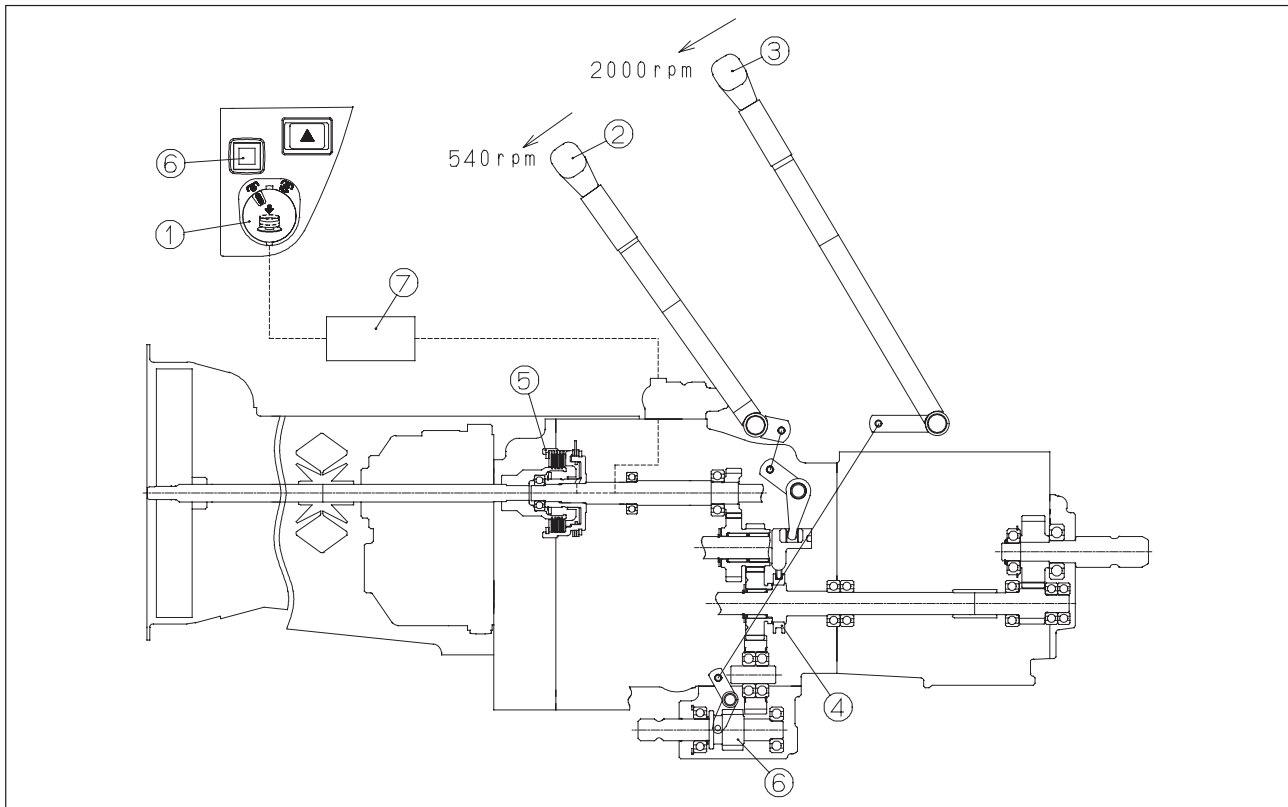

ABB. 86
**ABB. 86 und 87:** Die hintere und mittlere Zapfwelle wird über den Zapfwellenschalter (1) gesteuert.